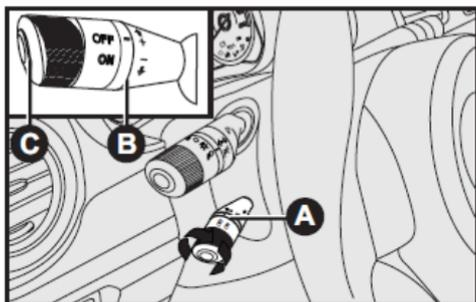

fig. 56
Controles - fig. 56
El regulador de velocidad se activa o desactiva mediante la palanca A-fig. 56.
Un breve toque en palanca B-fig. 56 hacia arriba (posición +) permite aumentar la velocidad memorizada.
Un breve toque en palanca B-fig. 56 hacia abajo (posición -) permite disminuir la velocidad memorizada.
Cada vez que se acciona la palanca B-fig. 56 la velocidad aumenta o disminuye 1 km/h aproximadamente.
Después de la desactivación automática del dispositivo, el botón C-fig. 56 permite restablecer la velocidad memorizada.
Ponga la extremidad de la palanca A-fig. 56 en la posición ON y lleve el vehículo a la velocidad deseada.
Ponga la palanca A-fig. 56 en la posición (+) durante tres segundos como mínimo, luego suéltela. La velocidad del vehículo permanece memorizada y por lo tanto, es posible soltar el pedal del acelerador.
- presionando el botón C-fig. 56.
- 2) Un breve toque en la palanca A fig. 56 hacia a la posición (+): por cada impulso de la extremidad corresponderá un ligero aumento de la velocidad (1 km/h aproximadamente) mientras que a una presión continua corresponderá un aumento continuo de la velocidad.
- 2) Manteniendo posicionando el anillo A-fig. 56 a la posición (-) hasta alcanzar la nueva velocidad que quedará memorizada automáticamente.
Gire el anillo A-fig. 56 en OFF o la llave de arranque a la posición STOP.